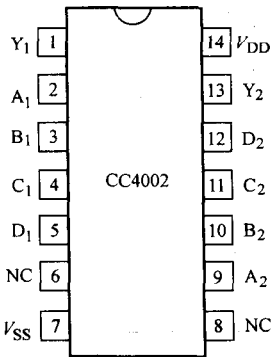

图 7 CC4002 的外引脚排列
- 1. 封装形式及外引脚排列（见图 7） 采用 SJ1100-76A 型-14 线和 C 型-14 线。